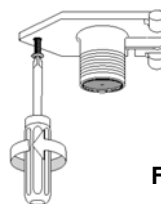

Fig.5
2. Rimuovere la vite di fissaggio del Connettore Rapido dei Cavi posto sulla base dell'apparecchio. (Fig.5)